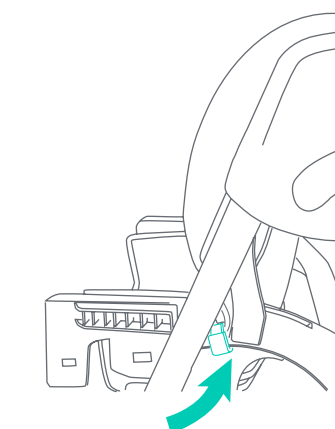
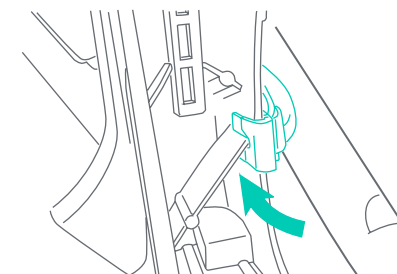

Fig. 7c
Fig. 7d
- Conecta cada gancho de anclaje de la almohadilla del asiento al lado del reposabrazos del asiento (Fig. 7c). Asegúrese de que la ranura del gancho de anclaje se desliza por debajo de la división lateral (Fig. 7d).